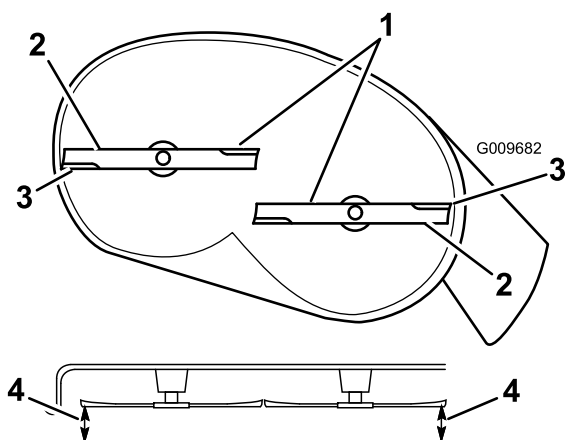

Figure 48
4. Faites pivoter les lames avec précaution pour qu'elles soient toutes parallèles (Figure 48).
5. Mesurez la distance entre les tranchants extérieurs et le sol plat (Figure 48). Si les deux mesures diffèrent de plus de 5 mm (3/16 po), un réglage s'impose. Poursuivez la procédure.